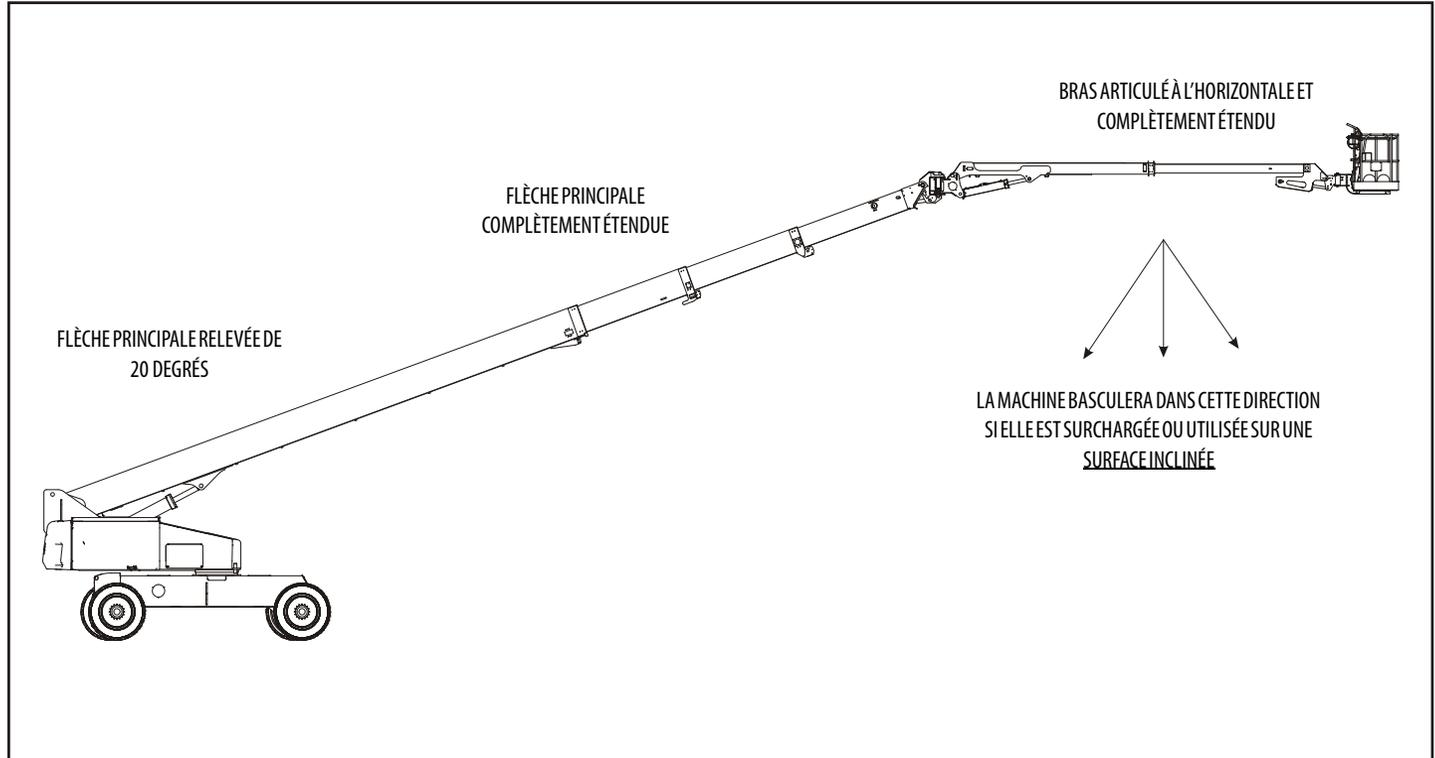

Figure 4-1. Position la moins stable vers l'avant
La stabilité de la machine est basée sur deux (2) conditions, appelées stabilité VERS L'AVANT et stabilité VERS L'ARRIÈRE. La position la moins stable de la machine VERS L'AVANT est illustrée sur la Figure 4-1. et la position la moins stable de la machine VERS L'ARRIÈRE est illustrée sur la Figure 4-2.